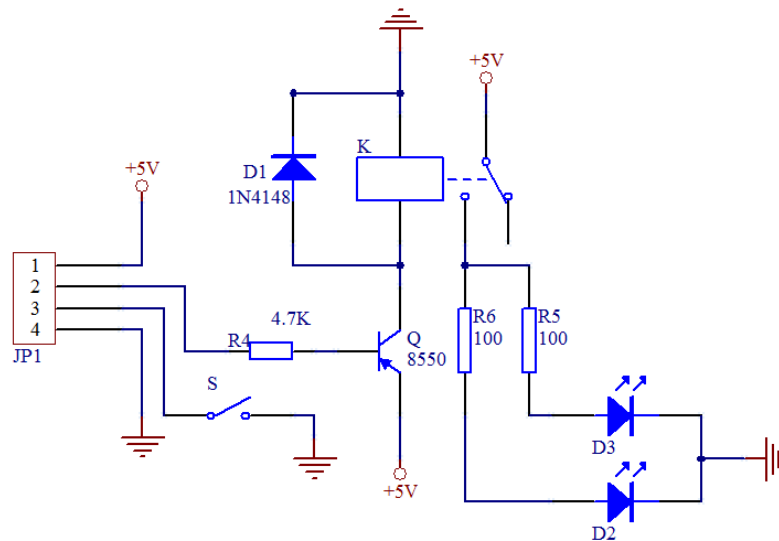

图 1 双闪信号灯控制模块外围电路图
(1) 外围接口功能电路图如图 1 所示,按照电路原理图使用 PROTEUS 软件完成电路仿真图绘制。